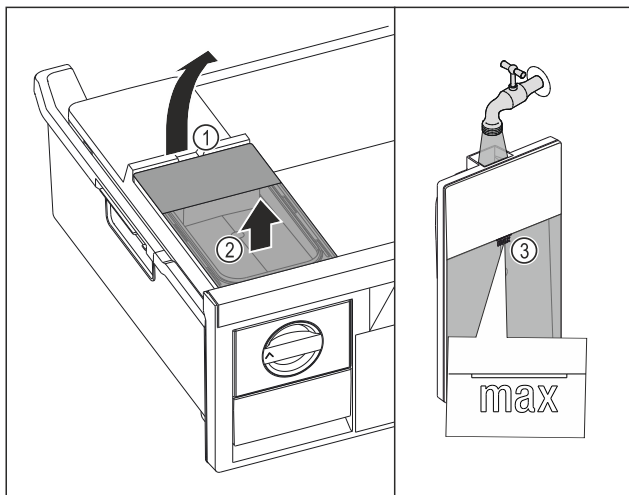

Fig. 72
- ▶ Поднимите бак для воды за выемку Fig. 72 (1).
- ▶ Извлеките бак для воды движением вверх Fig. 72 (2)
- ▶ Наполните бак для воды питьевой водой до отметки Fig. 72 (3).